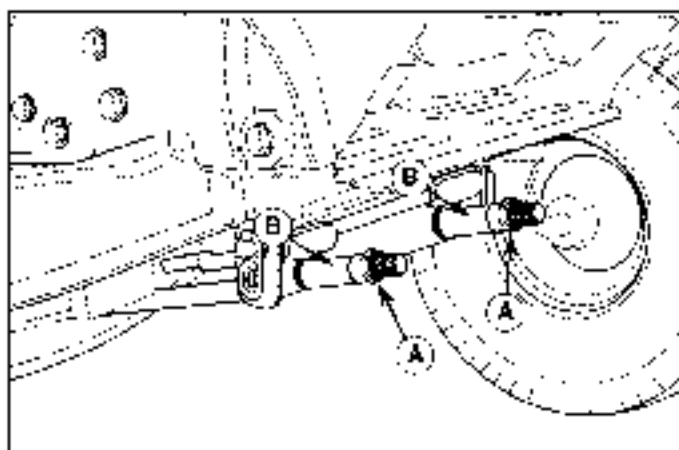

Figura 27. Nivelación del cortacésped de adelante hacia atrás
8. Al subir la parte delantera de la plataforma del cortacésped, apriete las contratuercas (A, Figura 27) y los espaciadores opuestos (B). Para bajar la parte delantera de la plataforma del cortacésped, suelte las contratuercas (A). Estas deben girarse de forma uniforme en ambos lados a fin de mantener nivelada la plataforma.
9. Vuelva a revisar la medida de la cuchilla y apriete la tuerca delantera (B) contra el soporte para asegurarlo.